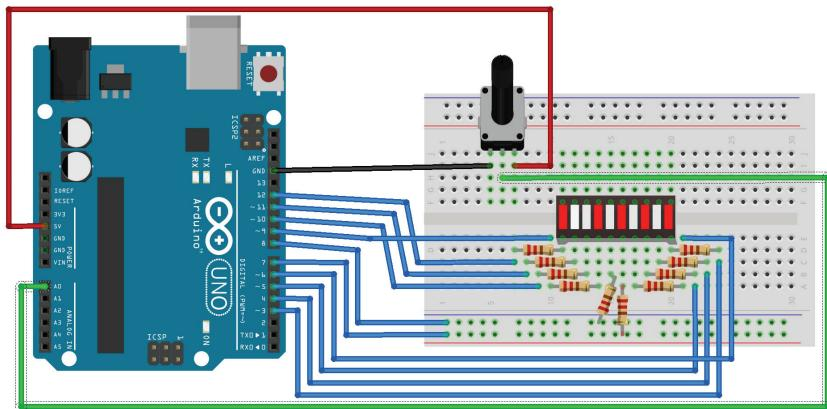

Рис. 4.3. Схема подключения линейной светодиодной шкалы
Теперь визуализируем аналоговые данные потенциометра с помощью 10-разрядной линейной светодиодной шкалы. Шкала представляет собой сборку из 10 независимых светодиодов с катодами со стороны надписи на корпусе. Для подключения шкалы к Arduino будем использовать 10 цифровых выводов D3–D12. Схема соединений показана на рис. 4.3. Каждый из светодиодов шкалы выводом анода соединен с цифровым выводом Arduino, а катодом на землю через последовательно соединенный ограничивающий резистор 220 Ом.
- Подключаем выводы светодиодной шкалы контактами анодов через ограничительные резисторы номиналом 220 Ом к выводам Arduino D3–D12, контактами катодов – на землю (см. рис. 4.3).